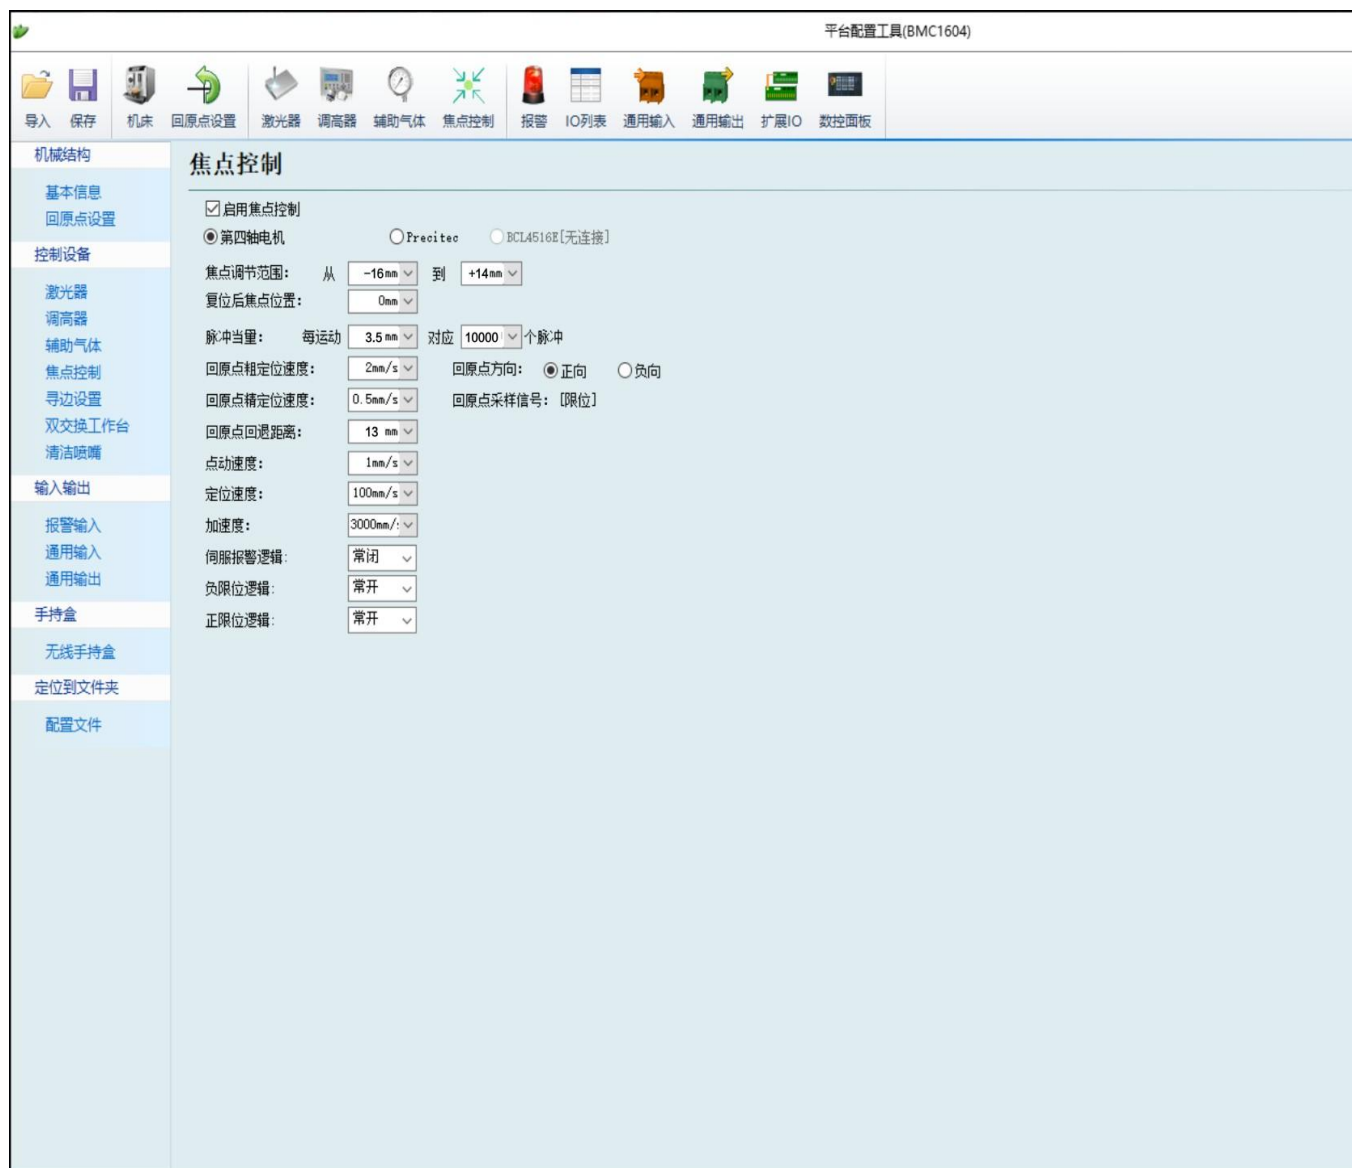

图3.4
- ① 打开软件配置平台，设置焦点回退距离30mm（可根据实际情况微调），使聚焦焦点在零刻度位置（以柏楚为例）如图3.4所示。